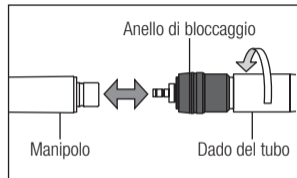

Fig. 3
- 1) Inserire l'attacco nel connettore del tubo e serrare il relativo dado (Fig. 3).